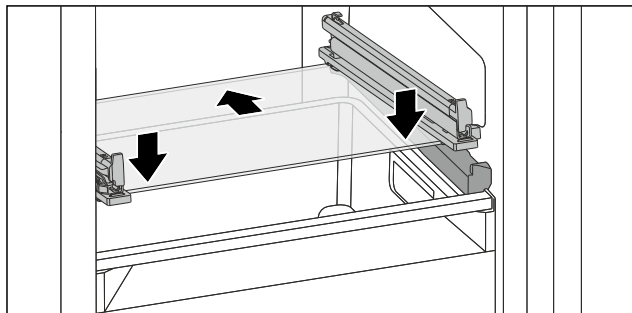

Fig. 121 Pllaka e xhamit e sirtarit me anim
- Vendosni pllakën e xhamit pjerrtas prapa ndaluesve. (shihni Fig. 121)